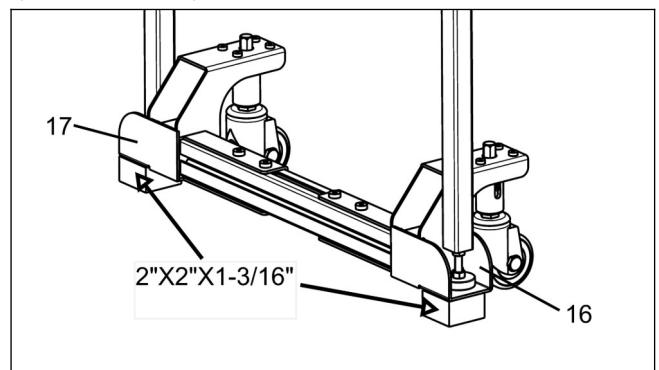

Abb.21
b. Setzen Sie die Beine des Verlängerungstisches in die linke Beinstützenhalterung „16“ und die rechte Beinstützenhalterung „17“ ein und legen Sie einen 50mm x 50mm x 30mm Holzklotz unter jedes Bein. (siehe Abb.21)